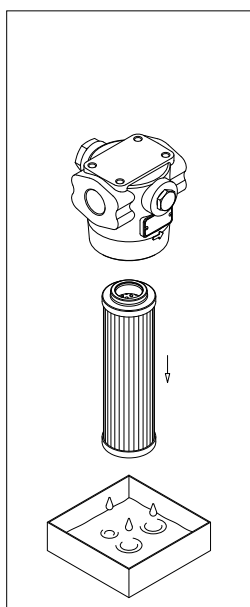

fig. 22
- (Fig. 22) Estrarre l'elemento filtrante